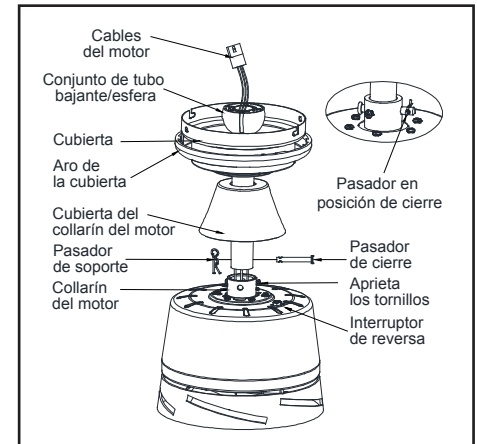

Figura 7
4. Inserta los cables que salen por la parte superior del motor del ventilador, a través de la cubierta decorativa del collarín del motor y enseguida por el aro de la cubierta. Asegúrate de que las ranuras queden en la parte superior. Inserta los cables a través de la cubierta y enseguida a través del conjunto del tubo bajante/esfera. (Figura 7)
6. Alinea los orificios en la parte inferior del tubo bajante con aquellos del collarín en la parte superior de la carcasa de motor. (Figura 7)
Inserta con cuidado el pasador de soporte a través de los orificios del collarín y del tubo bajante. Ten cuidado de no atascar el pasador de soporte contra el cableado dentro del tubo bajante. Inserta el pasador de cierre en el orificio cercano al extremo del perno hasta que encaje en su posición, como se muestra en el círculo de la Figura 7.